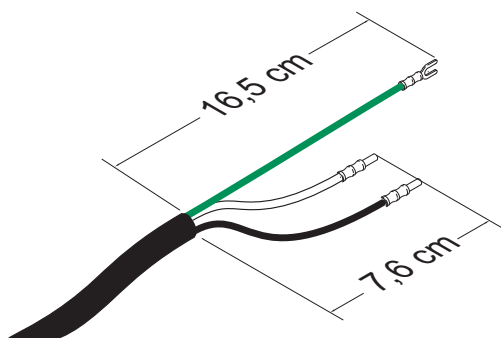

Рис. 6: Шнур питания
- При необходимости, добавьте обжимные наконечники. См. Рис. 6.